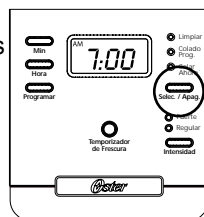

figura 4
1. Después de completar los pasos en la sección “Agregar agua y café” con la jarra y la canasta porta filtro colocadas en su lugar, encienda la cafetera presionando una vez el botón de seleccionar “Selc/Apag” (Figura 4). La luz indicadora de “Colar Ahora” se encenderá y destellará para indicar que la cafetera está encendida y colando.